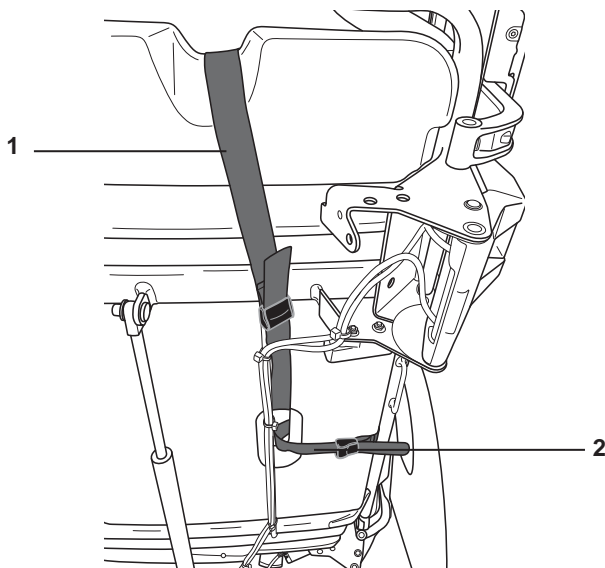

图 9：将床垫带连接到床架铰接段
7. 将带 1 和带 2 穿过靠背床板部分中的开口，然后如图 9 所示拉到一起。使用搭扣将它们固定在一起。将带的两端缠绕在床架横梁件上并用搭扣固定。对床垫另一侧重复此操作。